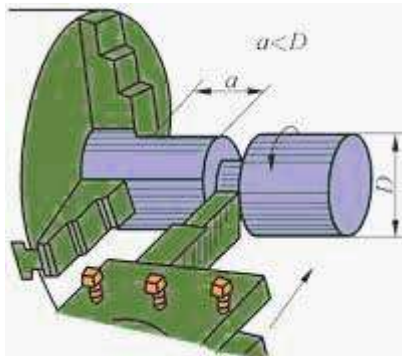

图 2-12 在卡盘上切断
1) 切断一般在卡盘上进行，如图 2-12 所示。工件的切断处应距卡盘近些，避免在顶尖安装的工件上切断。